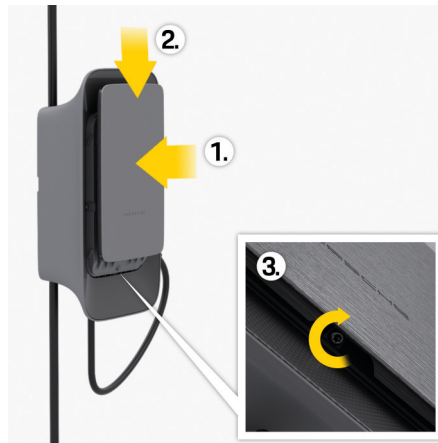

Abb. 8: Befestigung Designfront
1. Schraube am unteren Rand der Designfront lösen **3** ► (Abb. 8).